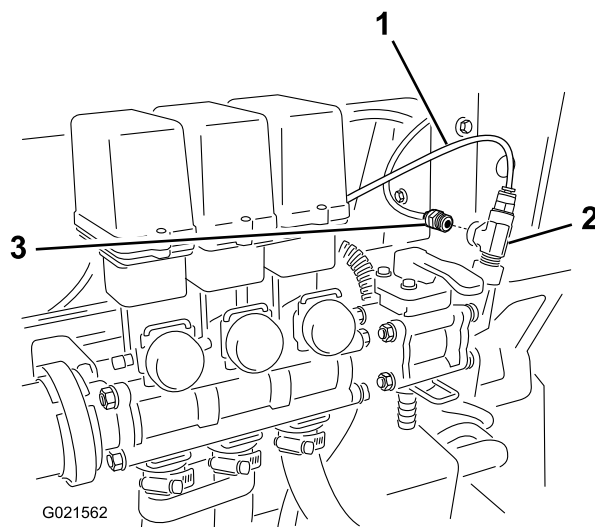

Figura 9
3. Individuate il tubo rosso (dell'indicatore di pressione) proveniente da dietro la scatola di comando e collegatelo all'attacco libero del raccordo a T (Figura 9).